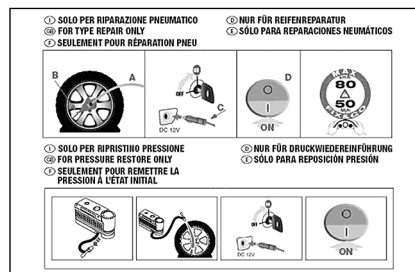

fig. 2
- ☐ folheto informativo (ver **fig. 2**), utilizado para um pronto uso correcto do kit de reparação rápida e em seguida entregue ao pessoal que deverá manusear o pneu tratado;